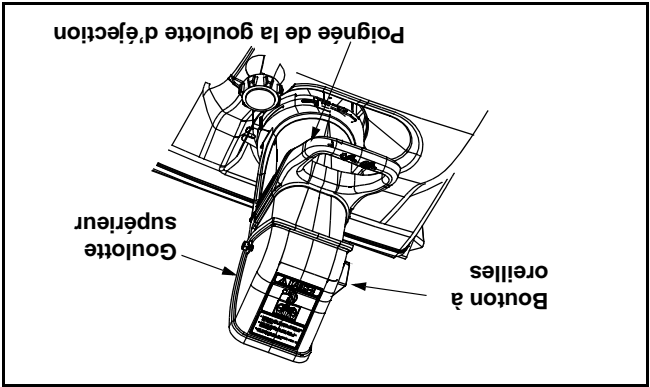

Figure 5
- Positionnez l'ouverture de la goulotte d'éjection à l'aide de la poignée de la goulotte d'éjection pour projeter la neige à l'endroit voulu. Voir la Figure 5.